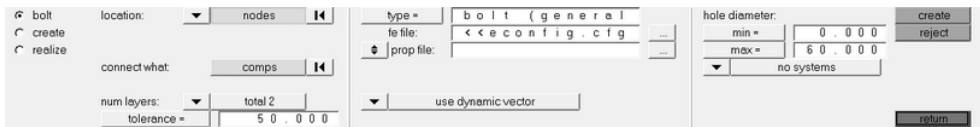

图 6-59 设置 type
(5) 将 tolerance= 设置为 50，这样 connector 会自动连接距离其 50 以内的任何已选择的对象。
(6) 将 type= 设置为 bolt (general)，如图 6-59 所示。